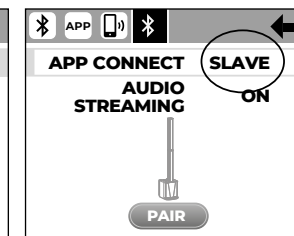
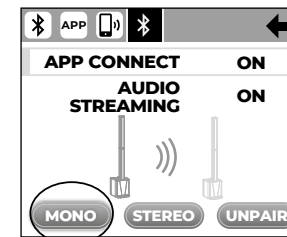
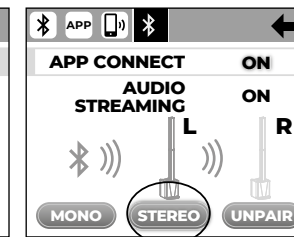

Abb.4A
Abb.4B
Abb.4C
**APP CONNECT SLAVE:** wenn aktiviert (Abb.4A), konfiguriert Sie die Einheit als zusätzliches Zweitsystem (Slave), das gänzlich über APP steuerbar ist. Auf diese Weise kann zwischen Mono (Abb.4B) oder Stereo (Abb.4C) Sound gewählt werden. Überprüfen Sie, ob die APP CONNECT Steuerung am Hauptsystem (Master) auf ON gestellt ist